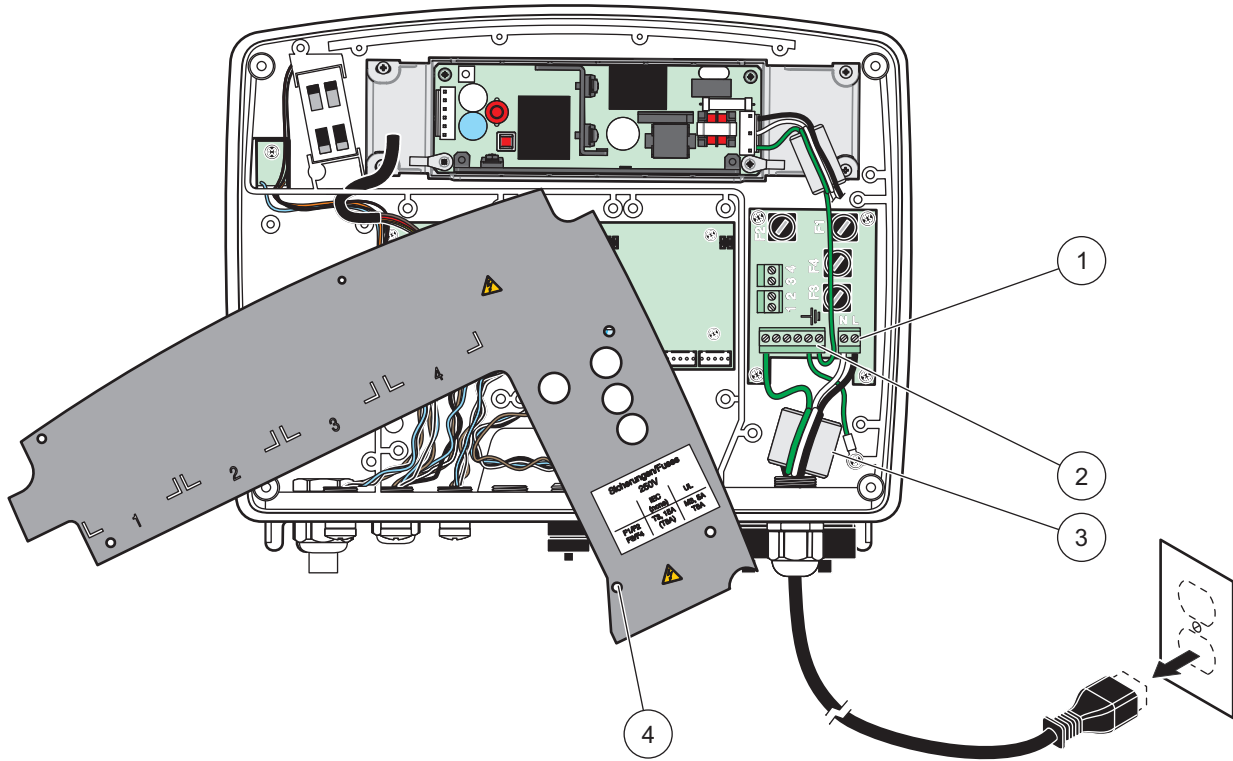
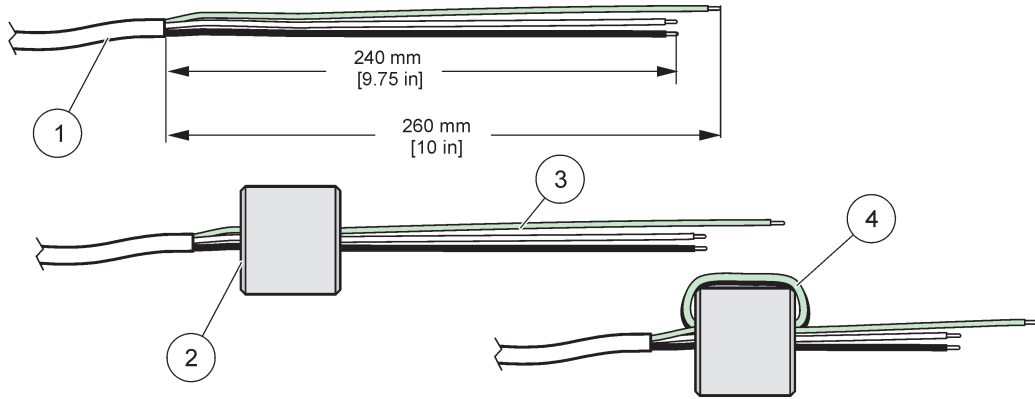

图 10 电源接线
图 12 正确的剥线及铁氧体磁芯绕线方法
6. 电线外绝缘层剥去 260 mm (10 in.) (图 12)。除了接地线外, 其他所有电线剪短 20 mm (0.78 in.), 所以接地线比其他电线长 20 mm (0.78 in.)。
7. 剥好的电线两次通过铁氧体磁芯（图 12），如表 1 和图 10 所示连接至终端。每次插入后轻轻拔一下，确保连接可靠。
6. 电线外绝缘层剥去 260 mm (10 in.) (图 12)。除了接地线外，其他所有电线剪短 20 mm (0.78 in.)，所以接地线比其他电线长 20 mm (0.78 in.)。
7. 剥好的电线两次通过铁氧体磁芯（图 12），如表 2 和图 16 所示连接至终端。每次插入后轻轻拔一下，确保连接可靠。